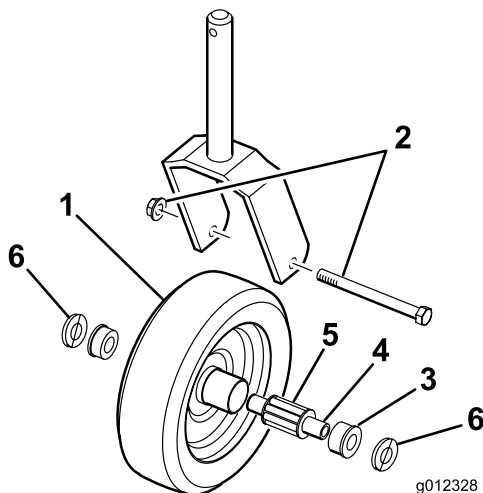

Figura 26
1. Retire a porca de bloqueio do parafuso que fixa o conjunto da roda giratória, no respectivo suporte (Figura 26). Segure na roda giratória e deslize o parafuso para fora da forquilha.
2. Empurre o casquilho da barra de ligação para fora do cubo da roda (Figura 26).
3. Retire o rolamento do cubo da roda e deixe cair o espaçador do rolamento (Figura 26). Retire o casquilho do lado oposto ao do cubo da roda.
6. Deslize cuidadosamente a barra de ligação através dos casquilhos e cubo da roda (Figura 26).